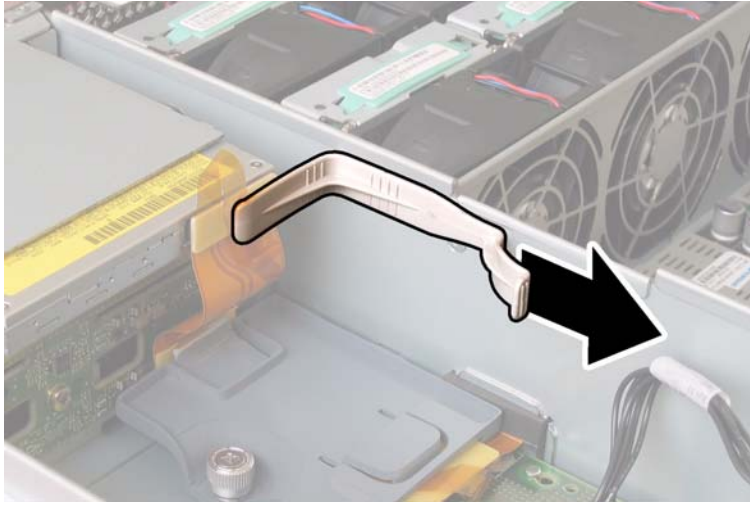

图 4-61 拆卸上部线缆固定架
8. 从机箱中卸下上部线缆固定架。将固定架朝机箱的背面推移，使其从机箱间隔壁的键控开口中松脱。请参见图 4-61。